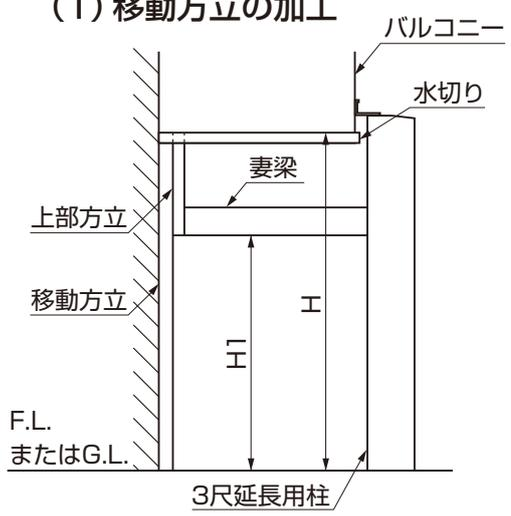

図21-1
- ①図21-1を参照してF.L.からバルコニー下面まで(H寸法)を測定してください。(図21-1参照)
- ②移動方立、方立フタ、パネル用方立Bを切断してください。(表21-1参照)